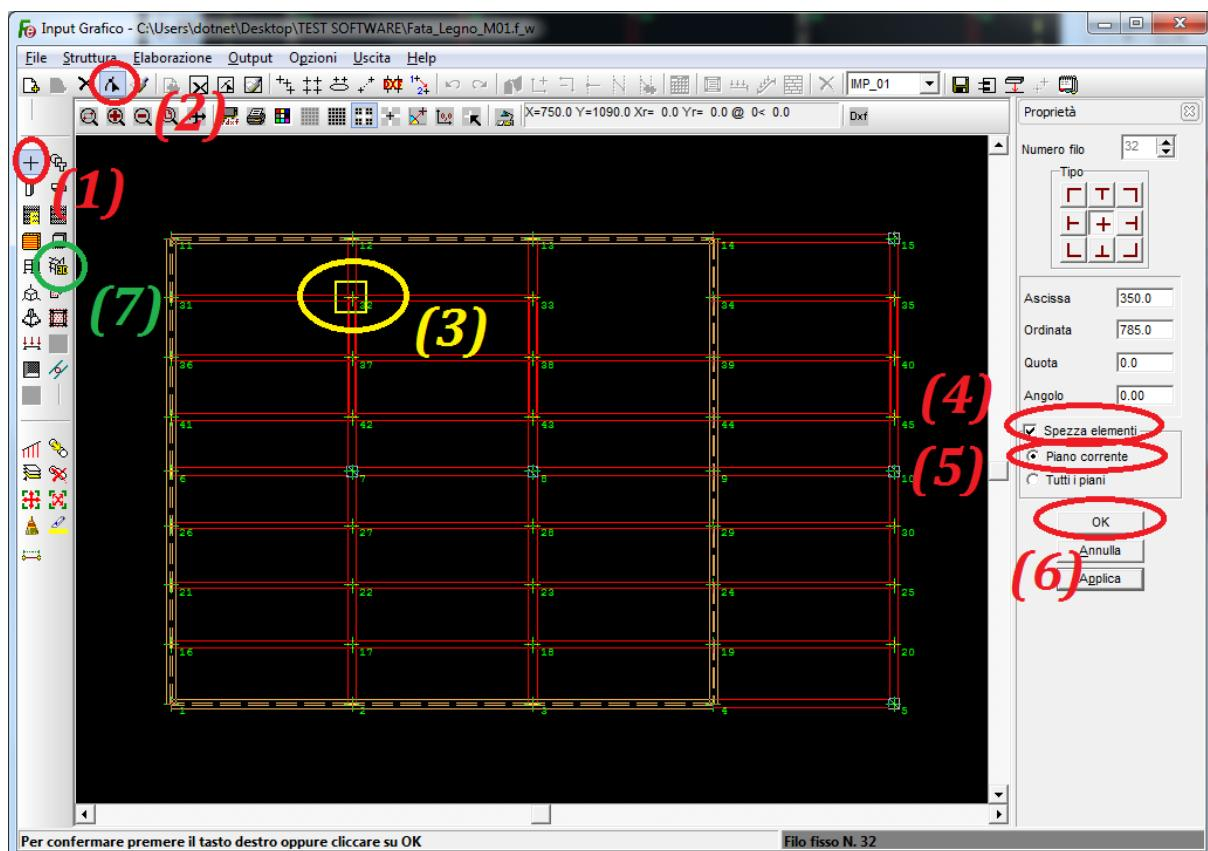

Figura 23
Ripetere le medesime operazioni anche per i fili fissi compresi da 16 a 30 e controllare che il risultato ottenuto graficamente sia in linea a quanto riportato alla figura 23.
Per spezzare gli elementi intercettati con riferimento alla figura 23 cliccare (1) sul tasto “*Fili Fissi*”, sul tasto (2) “*Modifica*” e spostare il cursore per catturare (3) il Filo Fisso. Cliccare col tasto sinistro e attivare le due opzioni “*Spezza elementi*” (4) per spezzare la trave 7-12 nelle travi 7-32 e 32-12 e “*Piano corrente*” (5) per limitare tale operazione esclusivamente all’impalcato selezionato (IMP_01). Cliccare, infine, su “*OK*” (6) per confermare e salvare l’operazione. Ripetere la sequenza per i fili fissi 33, 35, 37, 38, 40, 42, 43, 45, 27, 28, 30, 22, 23, 25, 17, 18 e 20 ossia per tutti i fili fissi di recente creazione che intercettano delle travi precedentemente inserite.
Con riferimento alla figura 23, cliccare sul tasto “*Modellazione 3D*” (7) per visualizzare la finestra omonima.